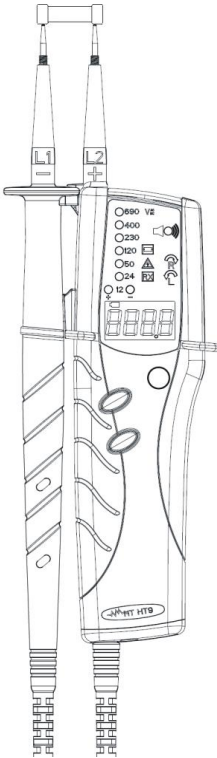

Fig. 6: Prueba de continuidad
1. Conecte los terminales de medida L1 y L2 al objeto en prueba (vea la Fig. 6).